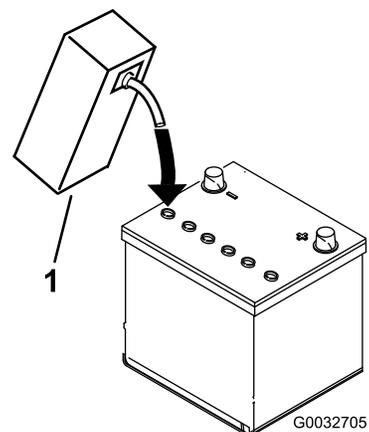

Рисунок 7
3. Осторожно заливайте электролит в каждую ячейку до уровня над пластинами примерно 6 мм (Рисунок 7).
4. Подождите примерно 20-30 минут, пока электролит не впитается в пластины. При необходимости доливайте электролит до уровня, не доходящего примерно 6 мм до низа заливного отверстия (Рисунок 7).